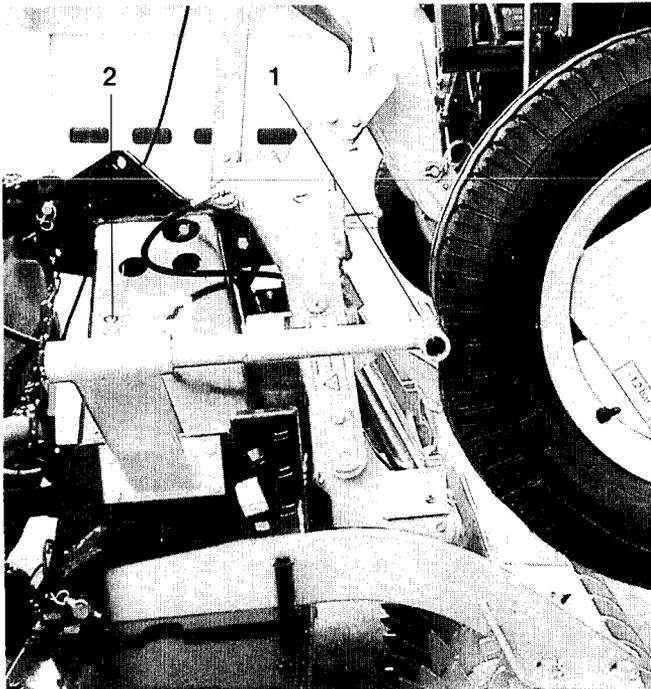

Fig. 12.7
- Sobald der Hubrahmen die Sämaschine angehoben hat, werden die Stützrohre (Fig. 12.7/1) der Seitenstützen gegen die Reifen der Sämaschine geschoben und nach dem Absenken der Sämaschine um weitere 3 cm aus den Seitenstützen gezogen und mit je einer Schraube (Fig. 12.7/2) mit Kontermutter festgeklemmt.